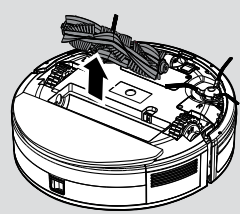

Рис. 18
3. Поднимите вращающуюся щетку, взявшись за один ее конец. [Рис. 18]